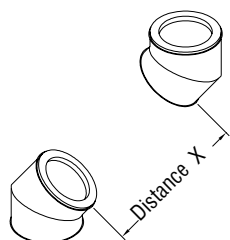

Figure 59 - Longueur variable, Étape d'installation A
- a. Mesurer la distance requise pour la longueur variable. Voir **Figure 59**.